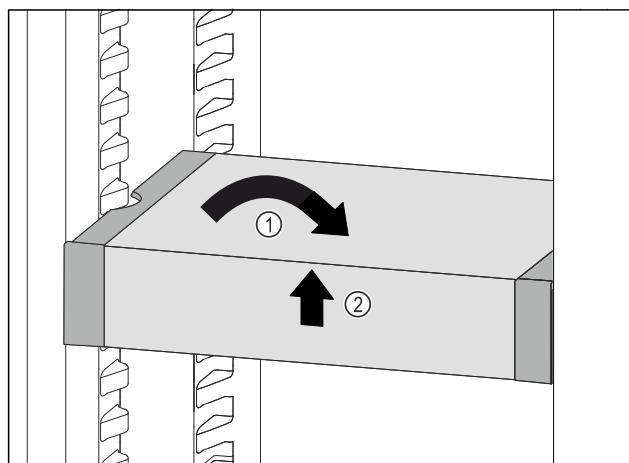

Fig. 74
- Установите VarioSafe прямо. Fig. 74 (1)
- Приподнимите VarioSafe спереди. Fig. 74 (2)